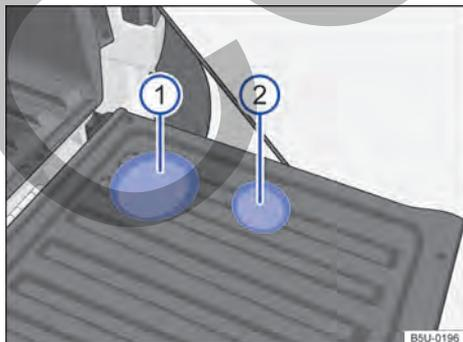

Fig. 117 En el revestimiento de la tapa del compartimento de carga: ① portabotellas y ② portabebidas.
Para utilizar los portabotellas → fig. 117 ① y los portabebidas ② abra la tapa del compartimento de carga.